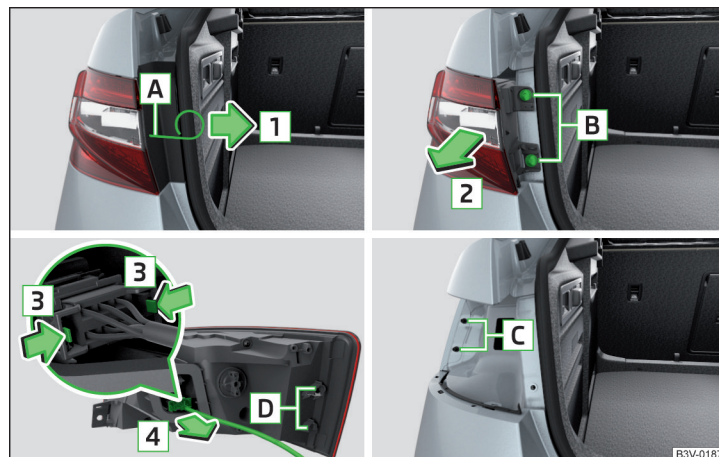

Abb. 274 Leuchte ausbauen / Stecker abziehen
- In die Öffnung **A** » Abb. 274 den Bügel zum Abziehen der Radvollblenden » Seite 232, Bordwerkzeug einführen.
- › Den Stecker entgegen der Pfeilrichtung **4** » Abb. 274 in die Leuchte einschieben.